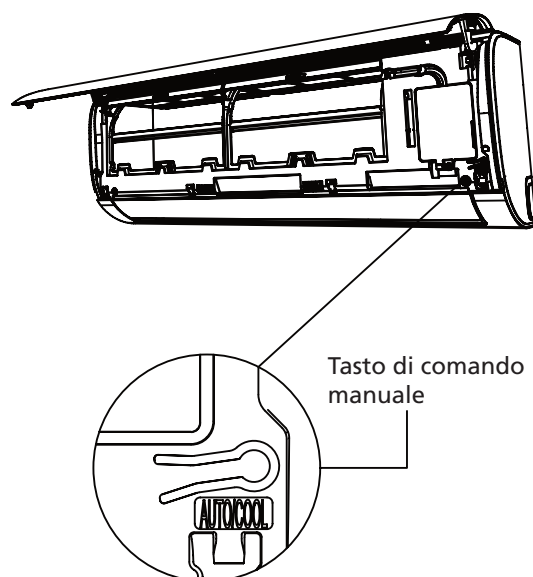

Fig. 8.1
2. Il tasto di **COMANDO MANUALE** si trova sul lato destro dell'unità. Premerlo 2 volte per selezionare la funzione COOL. Vedere la **Fig.8.1**